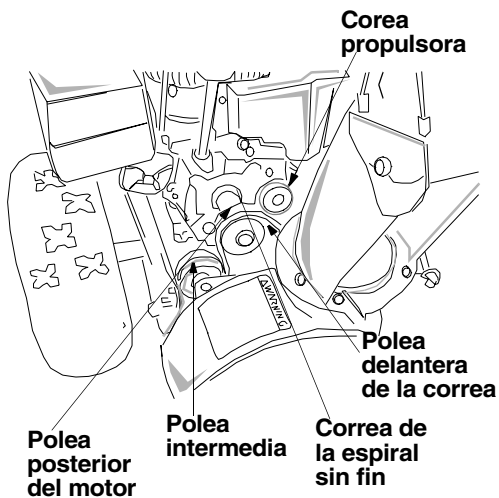

Figura 27
- Extraiga las dos correas de las dos poleas del motor. Vea la Figura 27 para la ubicación de las poleas.